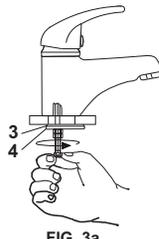

FIG. 3a
- 5- Introduzir o parafuso de fixação na arruela de borracha (3) e na arruela metálica (4) e rosquear no corpo. Através de uma chave de fenda ou chave de boca apertar o parafuso.(fig. 3a e fig. 3b).